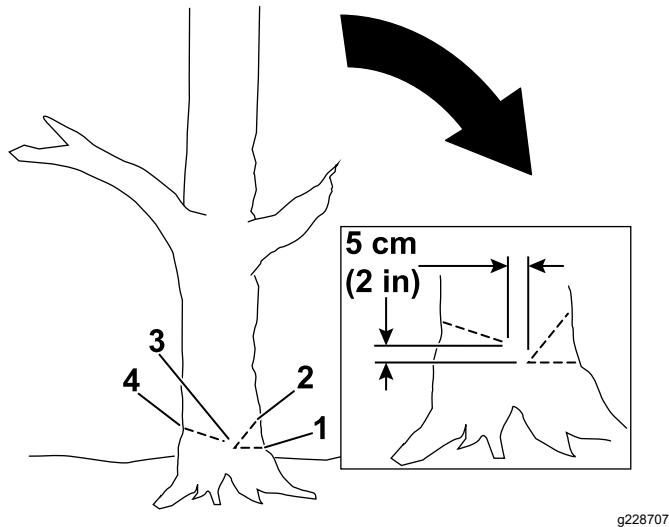

Figure 18
- Commencez par couper le tiers du diamètre de l'arbre, du côté où vous voulez qu'il tombe (Figure 18).
- Faites une deuxième coupe oblique pour former une encoche, en commençant au moins 5 cm (2 po) au-dessus de la première coupe (Figure 18).
- Faites le trait d'abattage du côté opposé à l'encoche et environ 5 cm (2 po) plus haut que le bas de l'encoche, comme montré à la Figure 18.
Important: Arrêtez la troisième coupe 2,5 à 5 cm (1 à 2 po) avant l'encoche pour former une charnière entre les coupes (Figure 18), ce qui empêche l'arbre de tomber dans la mauvaise direction ou de pivoter dans sa chute.
Remarque: Quand le trait d'abattage approche de la charnière (Figure 18), l'arbre devrait commencer à tomber.